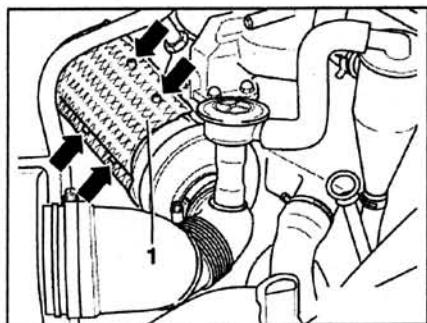

Рис. 2.133. Открутите болты (стрелки) и снимите теплозащитный кожух 1.
2. Открутите болты (**стрелки**) и снимите теплозащитный кожух **1** (рис. 2.133).